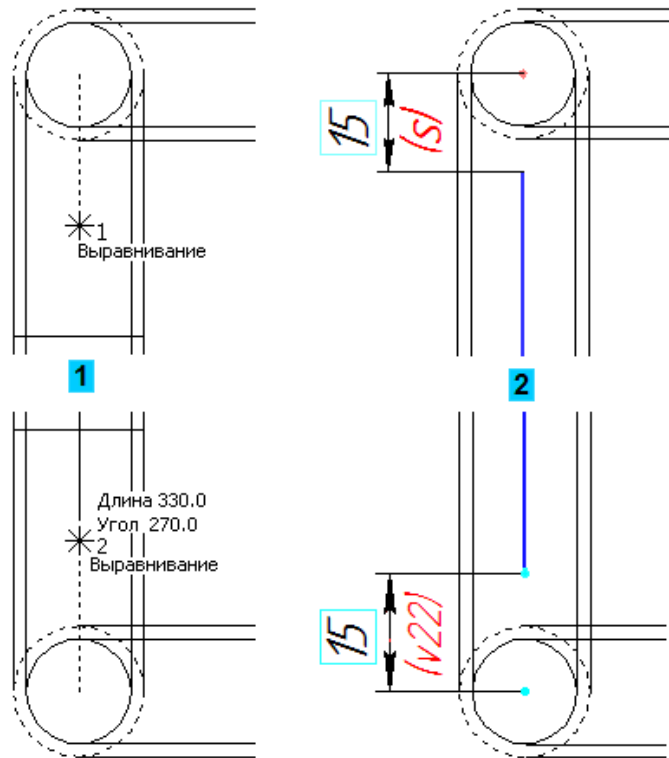

Рисунок 38.
- С помощью привязки Выравнивание укажите первую точку отрезка ниже центра верхней пунктирной окружности (рисунок 38 слева).